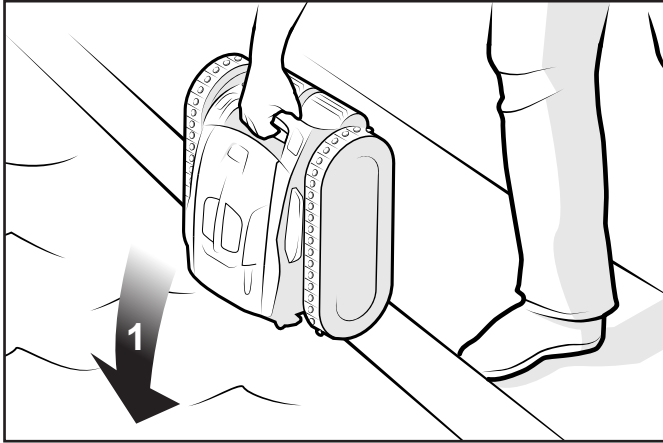

Figure 5. Immerger le nettoyeur verticalement
2. Au centre, immerger le nettoyeur dans la piscine et le maintenir en position verticale pour libérer l'air emprisonné à l'intérieur (Figure 5).